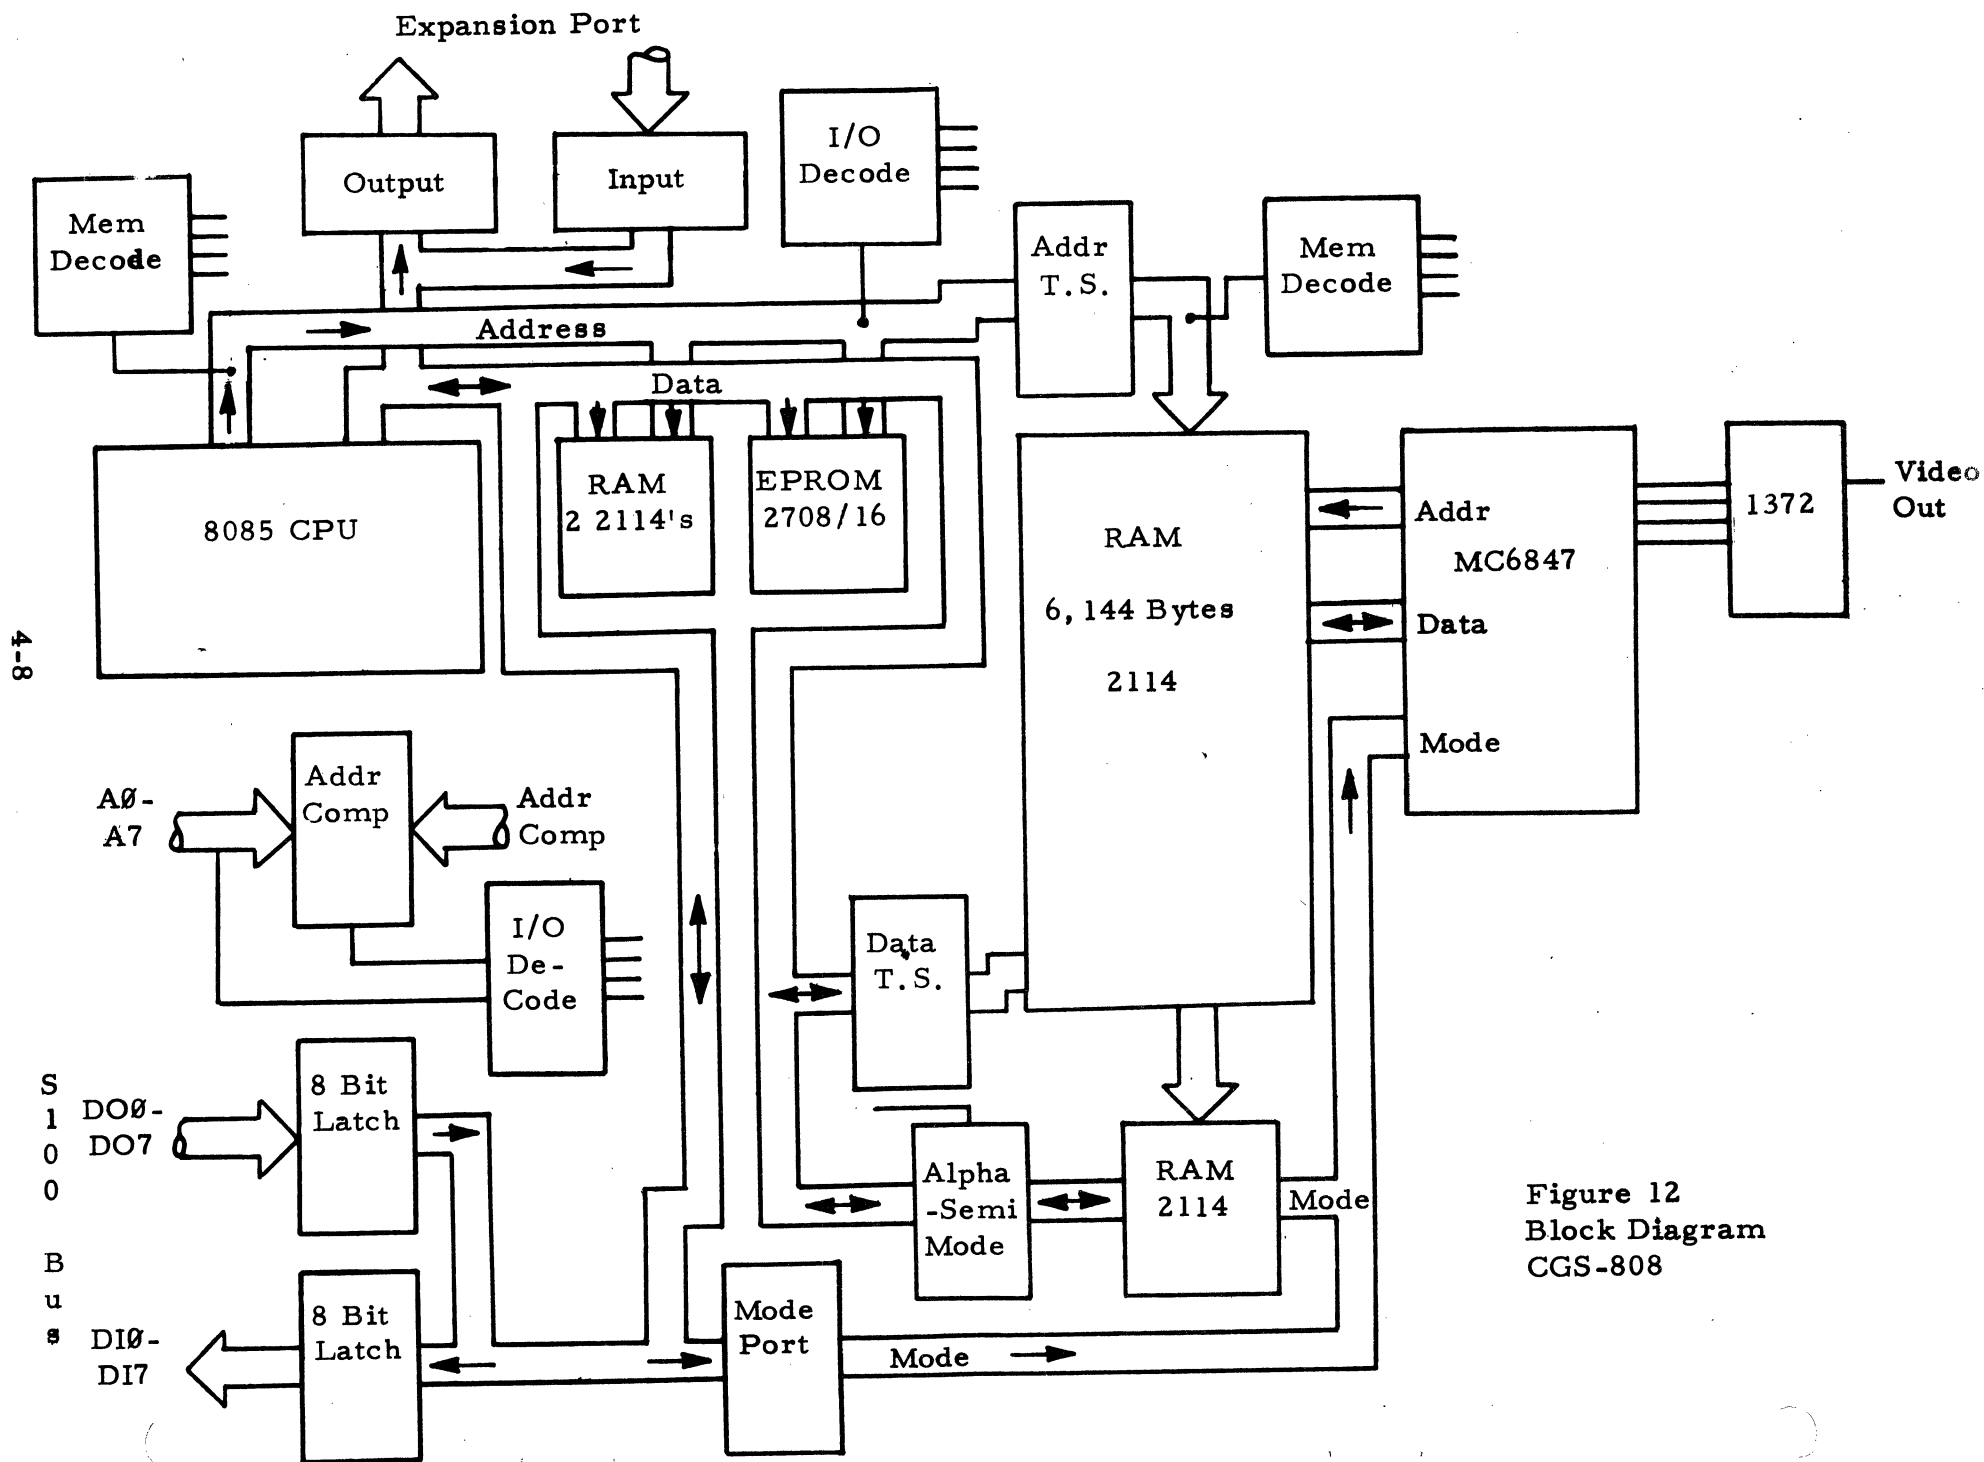

Figure 12
4.0 THEORY OF OPERATION (Figure 12)